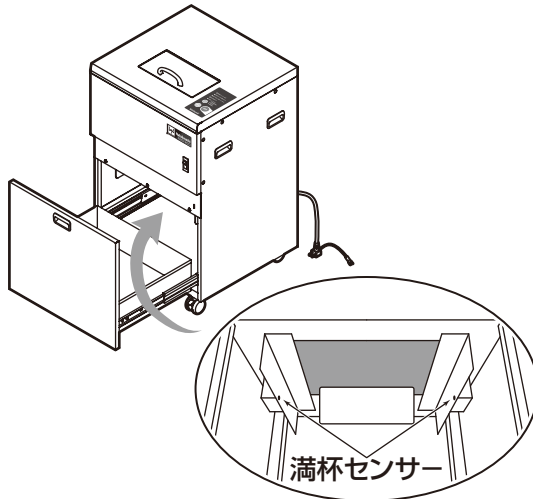

図7 満杯センサーの掃除
- 1.電源スイッチ①の下側を押して電源を切り、電源コード⑥の電源プラグを抜いてください。
- 2.満杯センサーに付着した破片を柔らかい布等で取り除いてください。P13 図7 参照